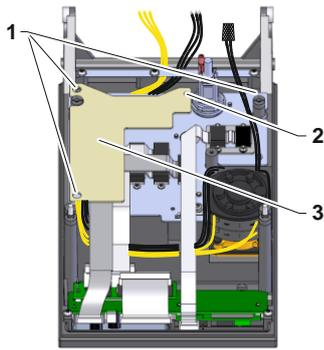

Abb. 7: Isolationsplatte anbringen
- 2x bzw. 3x (bei 27853-2, 27853-4) Distanzbolzen M4x8 auf Befestigungsschrauben (Kennzeichnung 1 → Abb. 7) von Schnittstellenblech anbringen.
- 1x Distanzbolzen M3x9 (bei 27853-1, 27853-3) auf Befestigungsschraube (Kennzeichnung 2 → Abb. 7) von Schnittstelle ZO anbringen.
- Isolationsplatte (Kennzeichnung 3 → Abb. 7) auf Distanzbolzen einrasten.